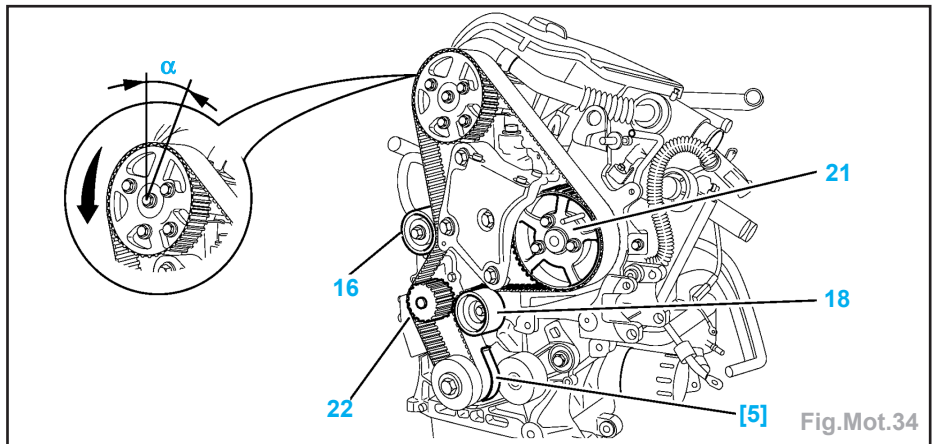

Fig.Mot.34
- Tourner les 2 poulies (20) et (21) dans le sens horaire jusqu'en butée à fond de boutonnières.
- vilebrequin (immobiliser la courroie à l'aide de l'outil [5]) (Fig.Mot.34),
- galet-enrouleur (18).